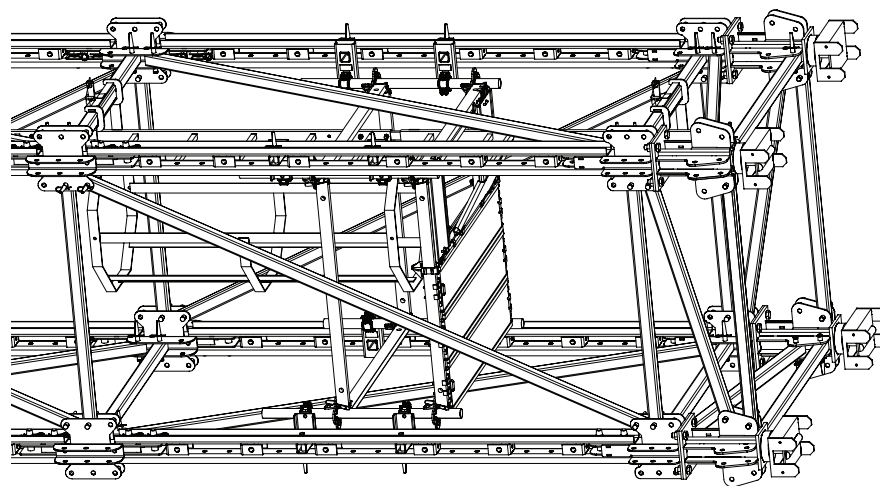

Fig. A1.35
2. Montare l'impalcatura al centro secondo le istruzioni di montaggio e di uso PERI UP valide. (Fig. A1.35)